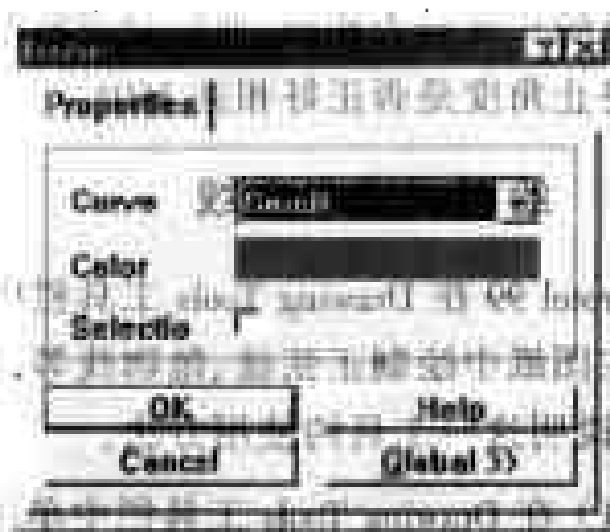

图 3-14 设置贝赛尔曲线的属性
(4) 在图纸中双击贝赛尔曲线,则弹出如图 3-14 所示的对话框,在此对话框中单击 Curve 选项的下拉列表框,在弹出的下拉列表中提供了 4 个选项,供用户设置贝赛尔曲线的宽度,从中选择 Small。
(5) 单击对话框中 Color 选项的颜色框,即可在弹出的 Choose Color 对话框中设置曲线的颜色。
(6) 设置好对话框中的各个选项后,单击 OK 命令按钮,返回工作窗口。